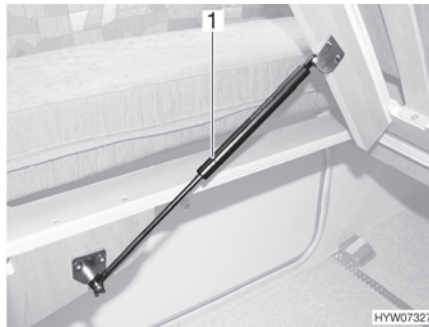

Bild 76 Fast säng
■ Lyft ribbotten. Gasfjädrarna (Bild 76,1) håller kvar ribbotten i öppet läge.